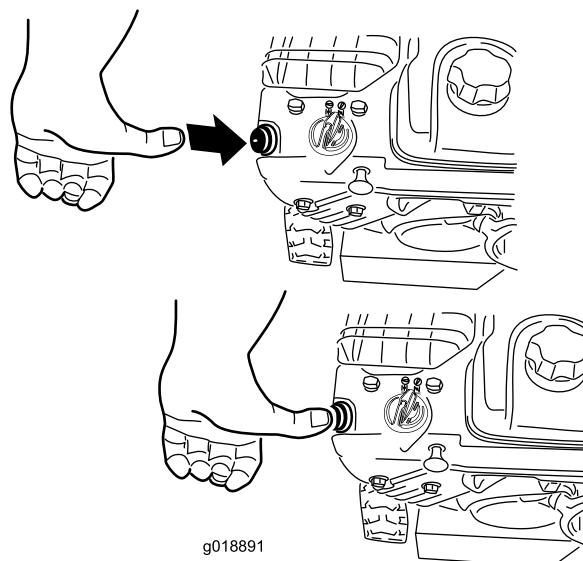

Figure 23
4. Avec le pouce, appuyez fermement sur l'amorçeur à 2 reprises (à partir de -9 °C) ou à 4 reprises (en dessous de -9 °C), en marquant une pause d'une seconde chaque fois (Figure 23).